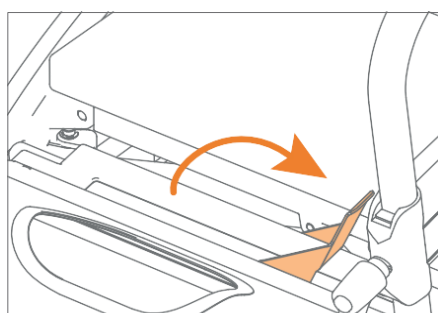

Figura 51: Desbloqueo el paquete silla de ruedas.
- Tire de la maneta roja hacia arriba sin forzarla. Esto desbloqueará el paquete de la silla de ruedas y retraerá los pernos de bloqueo (**Figura 51**).